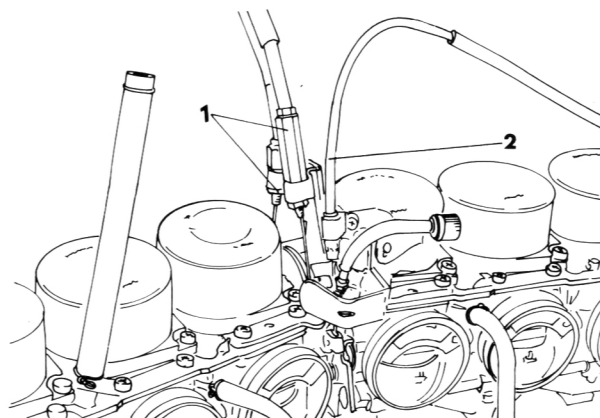

Bild 125
- Unter Bezug auf Bild 125 die Gasseilzüge (1) und den Choke-Seilzug (2) abtrennen.